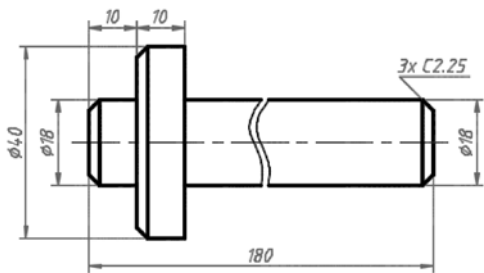
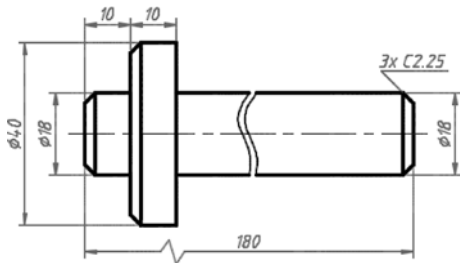

图 8-84 原始图形
图 8-85 完成折弯线性标注
① 打开“折弯标注即学即练.dwg”文件,原始图形如图 8-84 所示。
② 在功能区“注释”选项卡的“标注”面板中单击“折弯线性”按钮,此时命令行出现“选择要添加折弯的标注或 [删除(R)]:”的提示信息。提示“删除”选项用于指定要从删除折弯的线性标注或对齐标注。
③ 在图形中选择数值为 180 所示的长度尺寸(线性尺寸)作为要添加折弯的标注,
④ 在“指定折弯位置(或按〈Enter〉键):”提示下按〈Enter〉键,则在标注文字与第一条尺寸界线之间的中点处放置折弯,如图 8-85 所示,或者在基于标注文字位置的尺寸线的中点处放置折弯。当然用户也可以自行指定折弯位置。